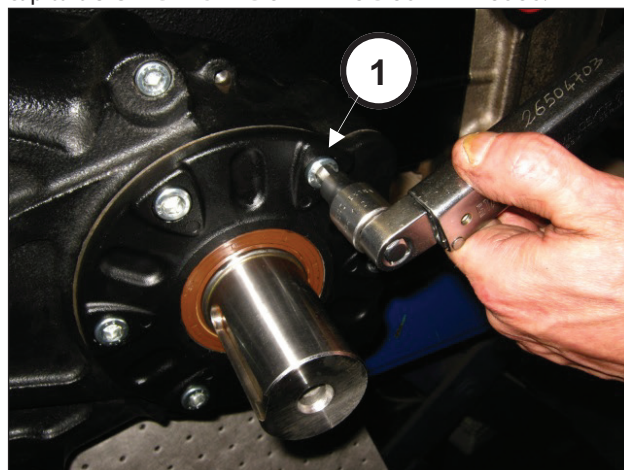

Fig. 82
Aperte os seis parafusos M10x25 (pos. ①, Fig. 82). calibre os parafusos com chave dinamométrica, conforme indicado no capítulo 3 CALIBRAGEM DO APERTO DOS PARAFUSOS.